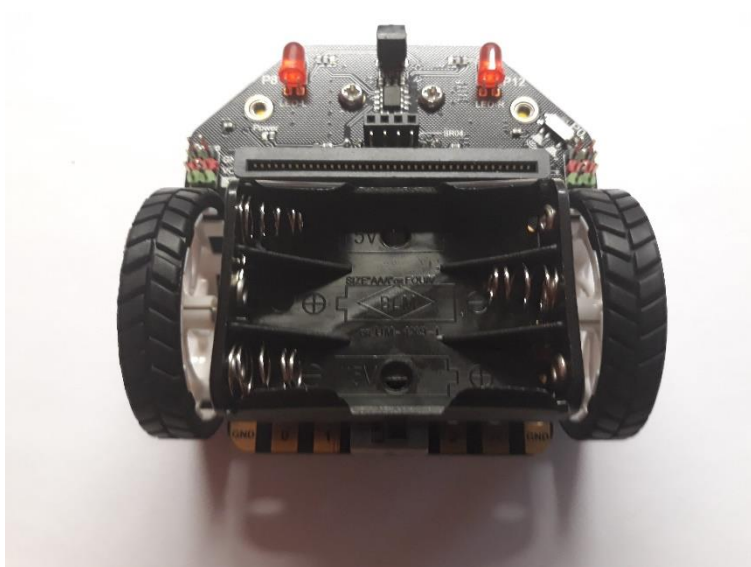

Fig. 21 : Corps du robot avec roues.
6. Monter les roues sur le corps du robot. On remarque que les rainures des pneus pointent dans deux directions opposées (fig. 21).